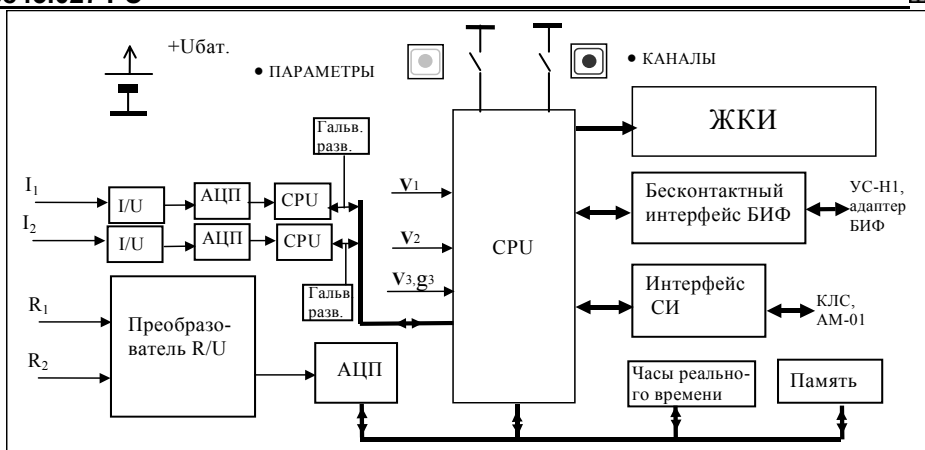

Рисунок 3.1
3.4.3 Структурная схема вычислителя ТМК-Н2 представлена на рис.3.1